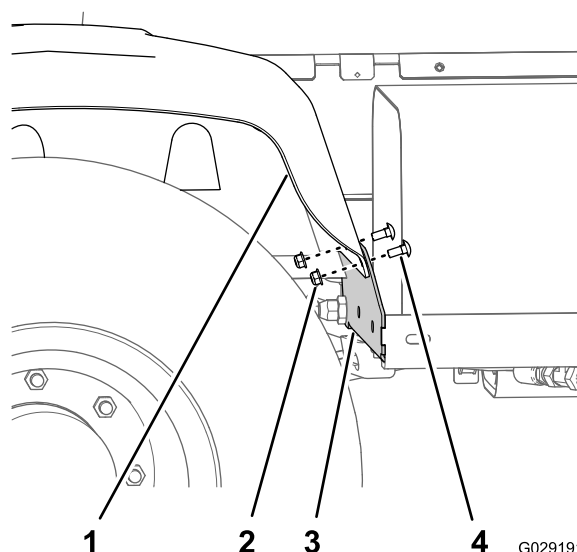

图 4
1. 拆下将右后挡泥板固定至前挡泥板托架上的 2 个车身螺栓和 2 个凸缘锁紧螺母 图 4